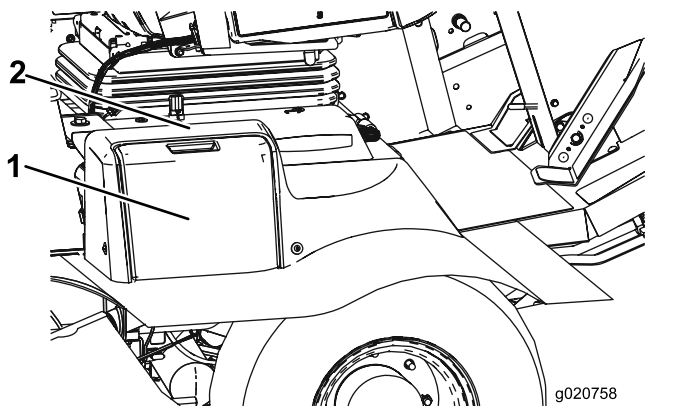

Figura 81
1. Abra la tapa de la batería (Figura 81), situada en el lado de la cubierta.
Nota: Presione hacia abajo sobre la superficie plana situada encima de la tapa de la batería para facilitar la apertura de la tapa (Figura 81).